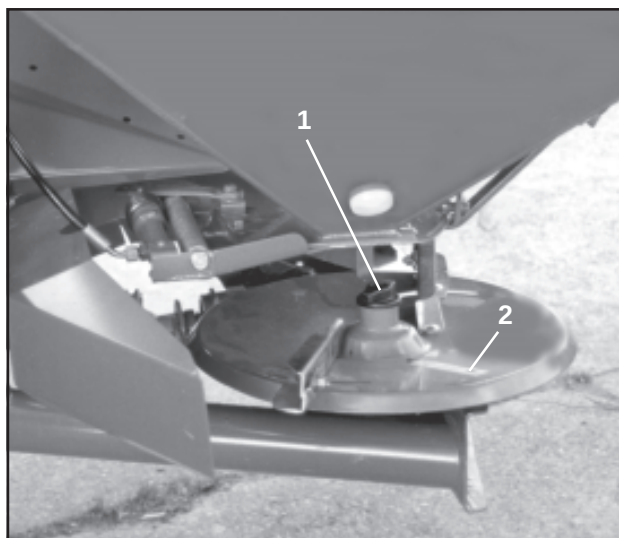

Fig. 7.18
- Verwijder de vleugelbout (fig. 7.18/1).
Bij het monteren, de strooischotels “links” en “rechts” niet verwisselen. Strooischotels zijn dienovereenkomstig met een sticker (fig. 7.18/2) gekenmerkt.